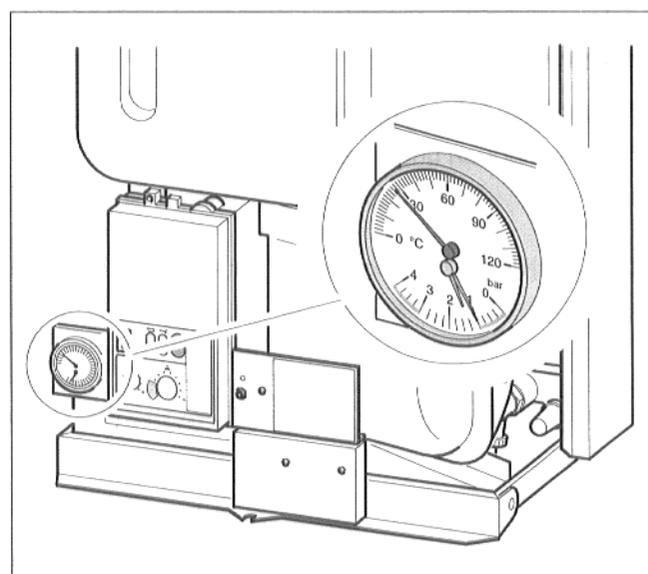

Abb. 16 Druckanzeige
- Wasserhahn langsam öffnen und Anlage bis zu einem Druck von 1,0 – 1,2 bar (Abb. 16) füllen.